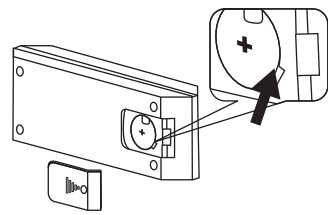

Рисунок 5
2. Вставьте отвертку подходящего размера в выемку, расположенную у анода. Нажмите на отвертку, используя ее как рычаг (рисунок 5).